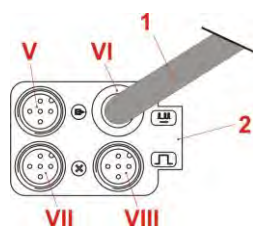
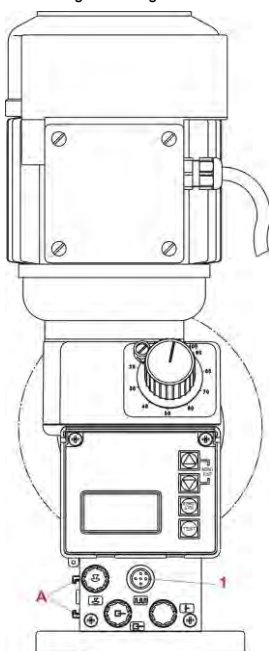

Fig. 8.1 Montage du Dongle-Box
Fig. 8.2 Montage du Dongle-Box 1
- ✖ Monter le Dongle-Box (fig. 8.1) sur la glissière de la pompe EMP prévue à cet effet (fig. 8.2, pos. A):
- ✖ Pousser le module de protection sous boîtier (fig. 8.1) dans la glissière sur le côté gauche de la pompe EMP (fig. 8.2, pos. A) jusqu'à ce qu'il s'enclenche.
- ✖ Raccorder le câble de liaison (fig. 8.1, pos. 3 et 8.3, pos. 2) sur l'entrée d'impulsion/du signal normalisé (fig. 8.2, pos. 1).
Si, avant l'extension par un Dongle- Box, un connecteur est enfilé sur l'entrée d'impulsion / du signal normalisé (voir la fig. 8.2, pos. 1), celui-ci peut être connecté après l'extension au connecteur VIII (voir la fig. 8.1, pos. VIII) du Dongle- Box.